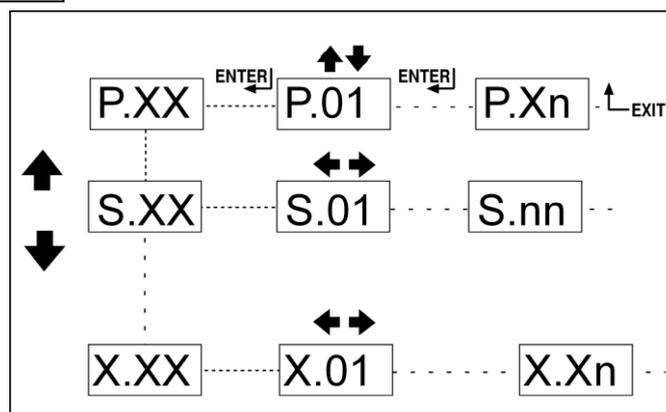

Fig. 2 - Navegação entre os modos
12.4.3 Navegação entre os modos (Ref. a Fig. 2)